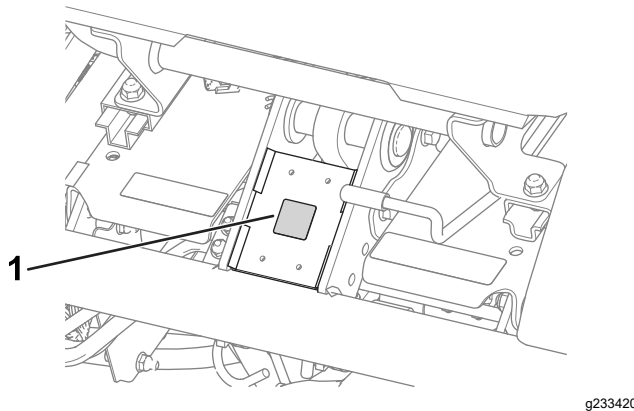

図 15
- CE マークデカルを、運転席前下のフレーム部分に貼りつける図 15。